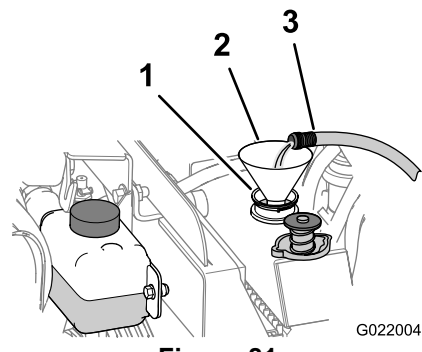

Figure 81
- B. Remplissez le radiateur d'eau propre (Figure 81).